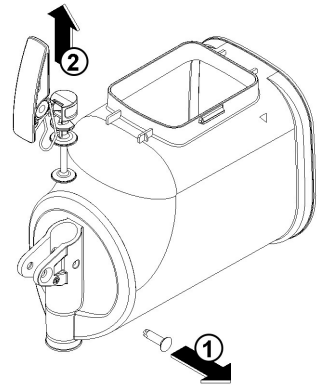

figure 8
5 Démontez le robinet dans la séquence indiquée (voir figure 8).
- 3 Remonter le robinet sur la cuve en effectuant les opérations de la Figure 8 en sens inverse par rapport au montage (voir figure 8).